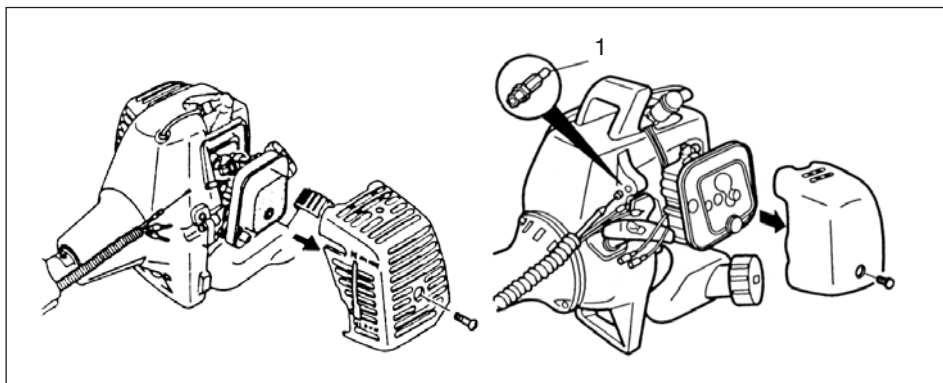

Fig. 1-4
Retirer le couvercle du filtre à air. (Fig. 1-4)
Positionner le guide extérieur (1), (s'il y a lieu), sur le guide-fil et mettre le câble de commande des gaz à travers le guide extérieur. (Fig. 1-4)